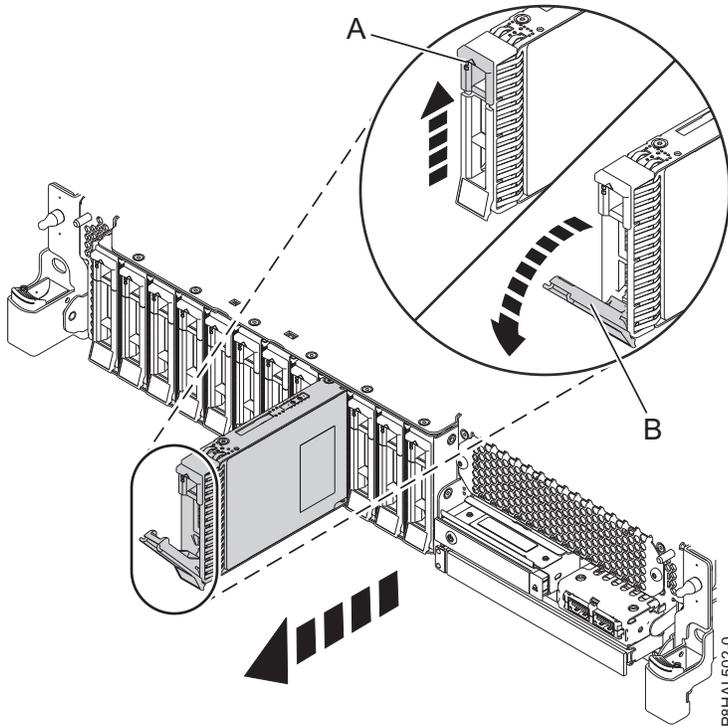
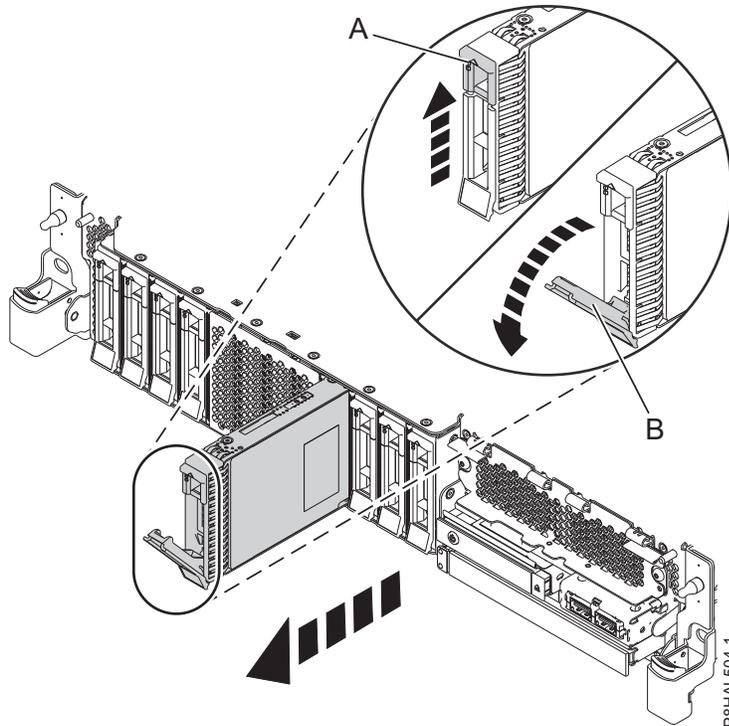

Abbildung 74. Plattenlaufwerk in einem System mit Basisfunktionen ausbauen
Abbildung 75. Plattenlaufwerk in einem System mit erweiterten Funktionen ausbauen
5. Wenn die Kennzeichnungs-LED leuchtet, ohne zu blinken, entriegeln Sie den Griff (B) des Laufwerks, indem Sie die Verriegelung (A) zusammendrücken und zu sich hin nach außen ziehen. Siehe Abb. 74 und Abb. 75 auf Seite 83. Wird der Griff nicht ganz nach außen gezogen, lässt sich das Solid-State-Laufwerk nicht aus dem System schieben.